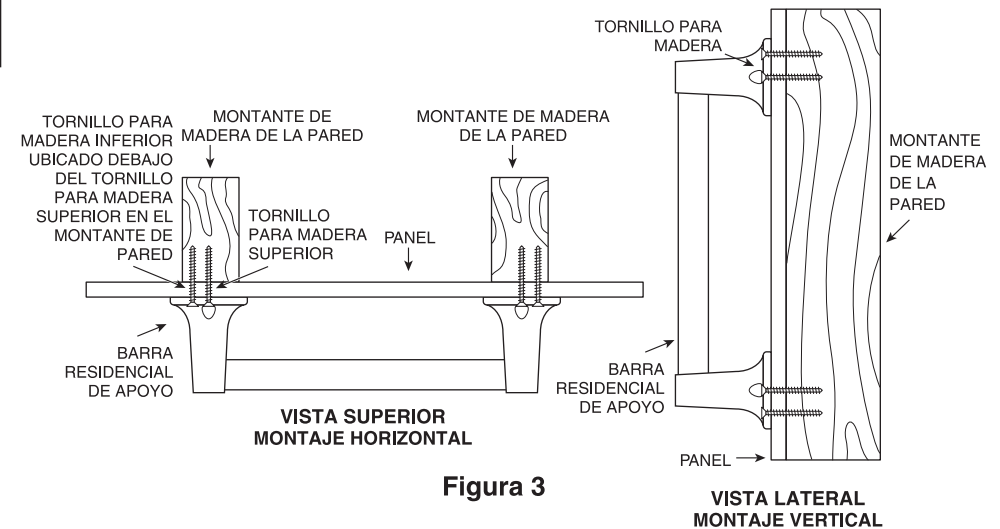

Figura 3
9. Inserte los tornillos para madera provistos dentro de un extremo de la barra residencial de apoyo. Atornille en la pared y en el montante de pared (**APRIETE A MANO ÚNICAMENTE**) (vea la Figura 3).